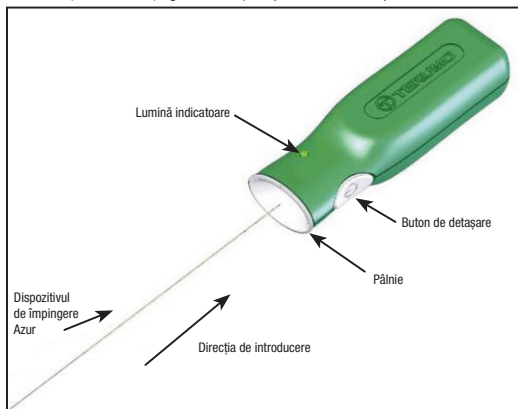

Figura 4 – Dispozitivul Azur pentru controlul desprinderii
12. Deschideți punga obturatorului vascular Azur și extrageți bucla de derulare din aceasta. Înainte de utilizare îndepărtați punga de la bucla de distribuitor. În timp ce mențineți pe loc implantul obturatorului vascular Azur și dispozitivul de introducere, trageți dispozitivul de împingere din bucla de derulare astfel încât capătul proximal al dispozitivului de împingere să fie vizibil. Procedați cu atenție pentru a nu contamina acest capăt al dispozitivului de împingere cu substanțe străine cum ar fi sânge sau agent de contrast. Introduceți ferm capătul proximal al dispozitivului de împingere în secțiunea până a dispozitivului de control al detașării. Consultați figura 4. **Nu apăsați butonul de detașare în acest moment.**
31. Conectați capătul proximal al dispozitivului de împingere la dispozitivul de control al detașării Azur prin împingere fermă în secțiunea palnie a acestuia. Consultați figura 4.